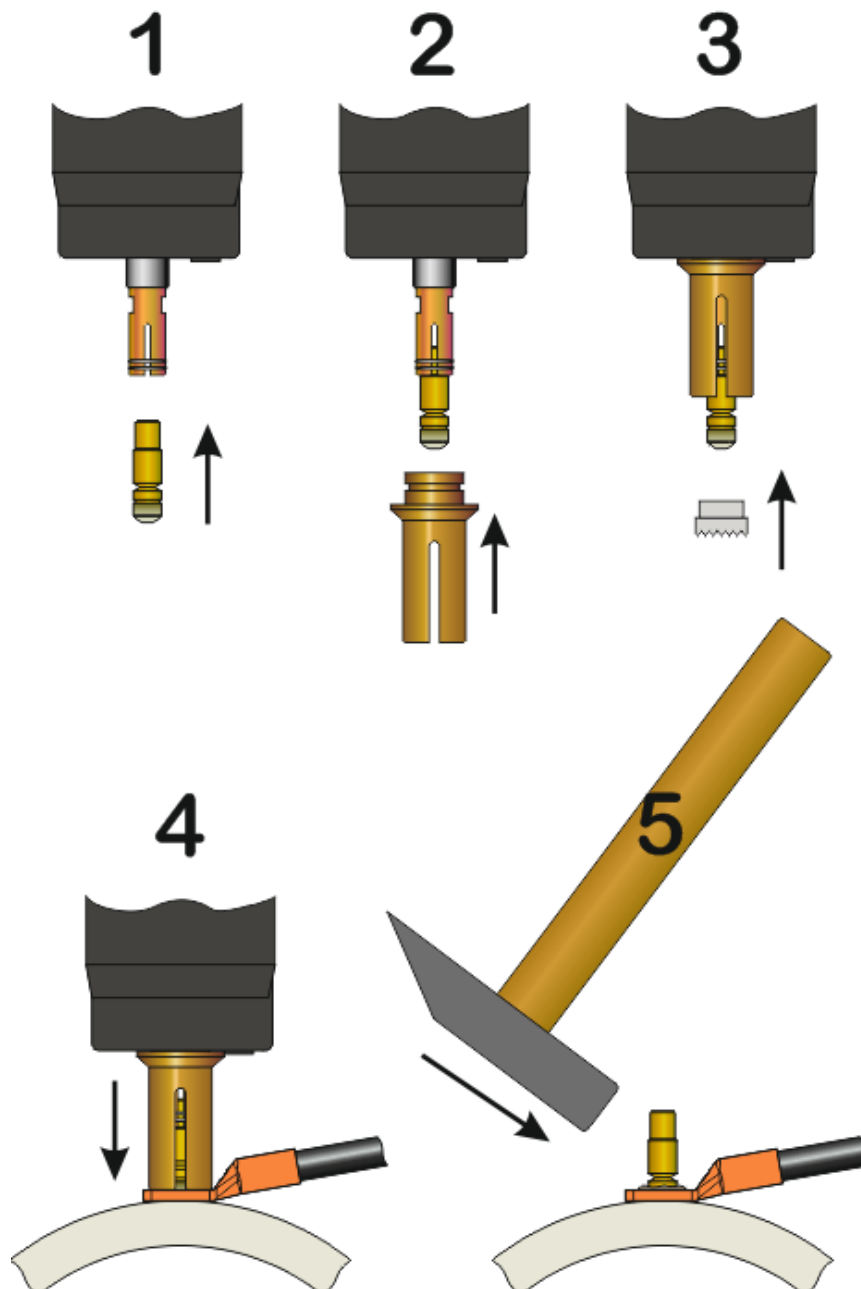
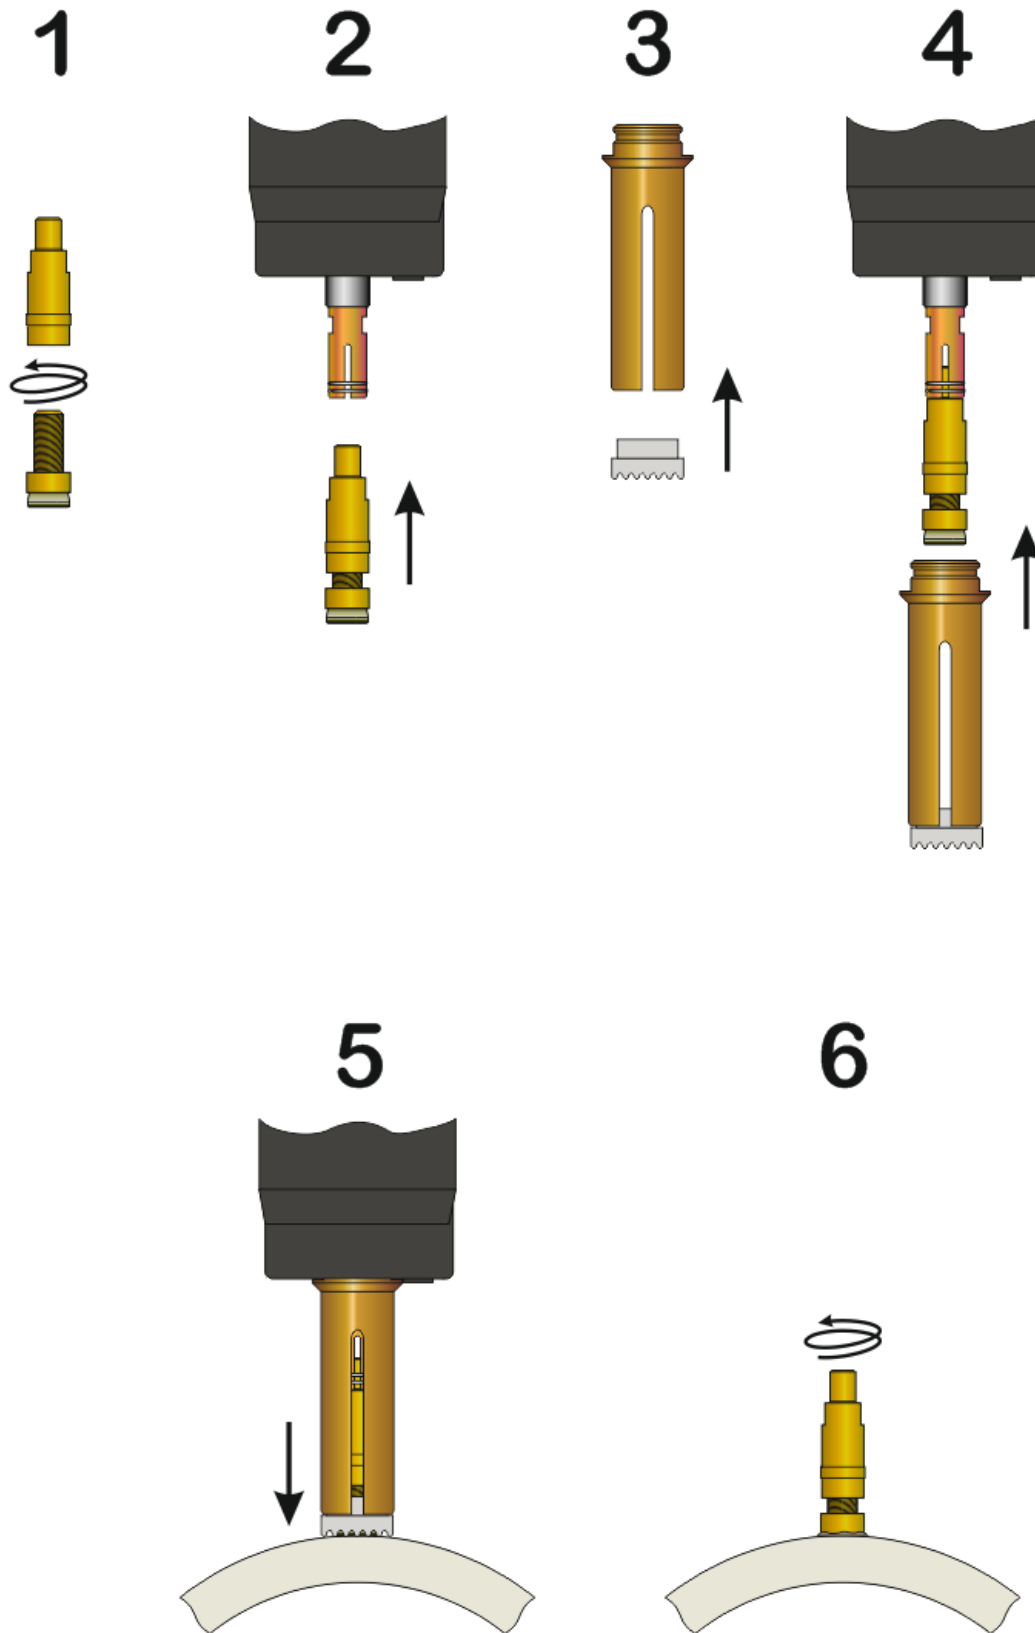

Рисунок 4 – Пайка электродами Д8
Рисунок 5 – Пайка электродами М8/М10/М12
2.4.3 Во втулку установить электрод Д8 (рисунок 4, поз. 1) или переходник для выбранного электрода (М8 или М10 или М12) с установленным электродом (рисунок 5, поз. 2).
2.4.4 В держатель электродов установить втулку для керамических колец (рисунок 4, поз. 2 или рисунок 5, поз. 3).
2.4.5 Во втулку для керамических колец установить керамическое кольцо (рисунок 4, поз. 3 или рисунок 5, поз. 4).
2.4.6 Убедиться, что индикатор готовности на держателе электродов горит. Установить держатель электродов на место пайки. Ось держателя должна быть перпендикулярна плоскости стального сооружения. Прижать держатель электродов к стальному сооружению, чтобы керамическое кольцо касалось металлического сооружения (рисунок 4, поз. 4 или рисунок 5, поз. 5). Держатель электродов держать двумя руками неподвижно в течение пайки и остывания припоя.
2.4.13 Отбить молотком верхнюю часть электрода ЭВП-Д8 (рисунок 4, поз. 5).